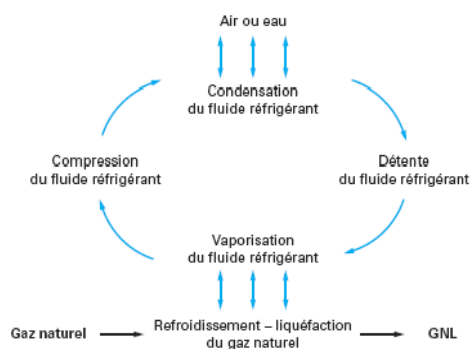

Fig. 4.4 : Principe de base des cycles de liquéfaction de gaz naturel
- Les différents procédés industriels réalisant ce type de liquéfaction sont tous basés sur des cycles à compression-détente (cycle de réfrigération à compression de vapeur). Le principe de ces cycles est présenté sur la figure 4.4.